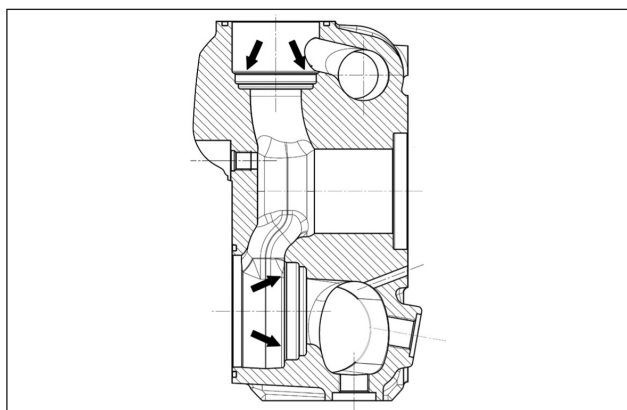

Fig. 143
Antes de reposicionar os grupos da válvula, limpe e enxugue perfeitamente as relativas ranhuras no cabeçote, indicadas pela seta (pos. ①, Fig. 143).